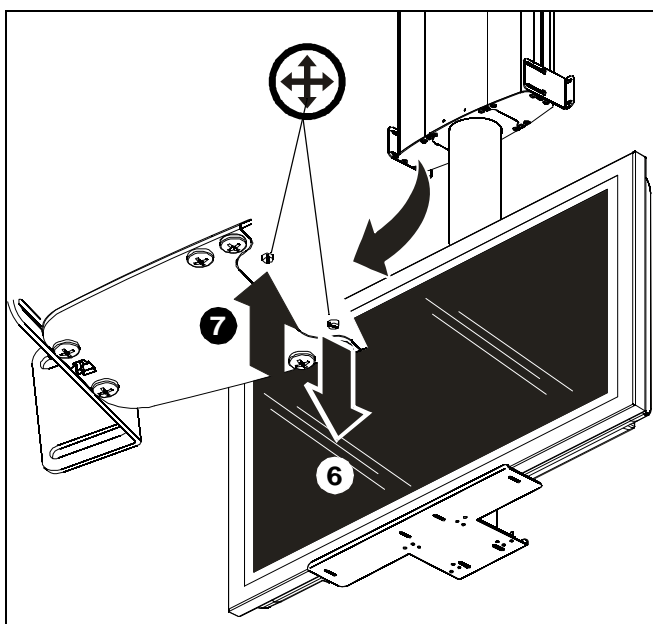
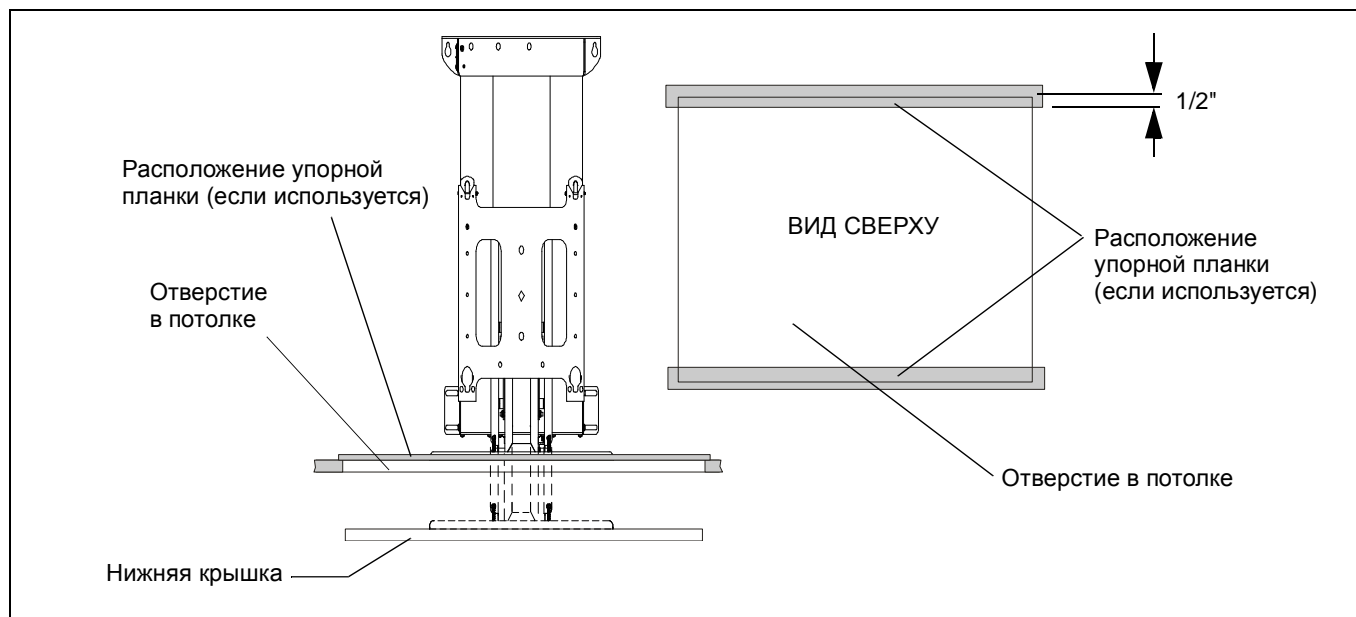

рис. 26
рис. 27
ПРИМЕЧАНИЕ. Конструкция кронштейна предполагает перемещение на 1/2" дюйма после соприкосновения нижней крышки с объектом при поднятии. Если необходимо использовать эту функцию, при размещении кронштейна необходимо предусмотреть это перемещение на 1/2" дюйма и установить упорную планку вдоль верхнего края отверстия в потолке. Упорная планка должна располагаться по всей ширине переднего и заднего отверстий и выступать из отверстия на минимальное расстояние 5 дюйма. См. раздел «Регулировка положения нижней крышки» на стр. 14. (см. рис. 27)
В верхней части с правой стороны кронштейна предусмотрены винты регулировки перемещения монитора вверх и вниз. (см. рис. 27)
8. Отрегулируйте перемещение, чтобы нижняя крышка находилась на уровне потолка. (см. рис. 26) и (см. рис. 27)